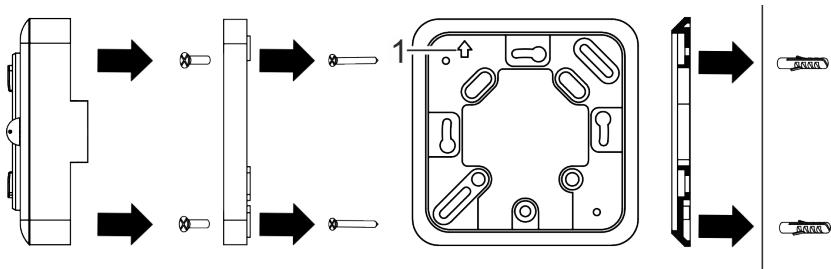

Fig. 6: Montage du socle du boîtier sur la plaque de montage
1. Monter la plaque de montage avec les vis (3,5 x 25 mm) sur la boîte encastrée (Fig. 6).
La flèche (Fig. 6/1) sur la plaque de montage doit pointer vers le haut.
7. Monter le socle du boîtier de l'appareil sur la plaque de montage à l'aide des vis (3 x 6 mm) (Fig. 6).